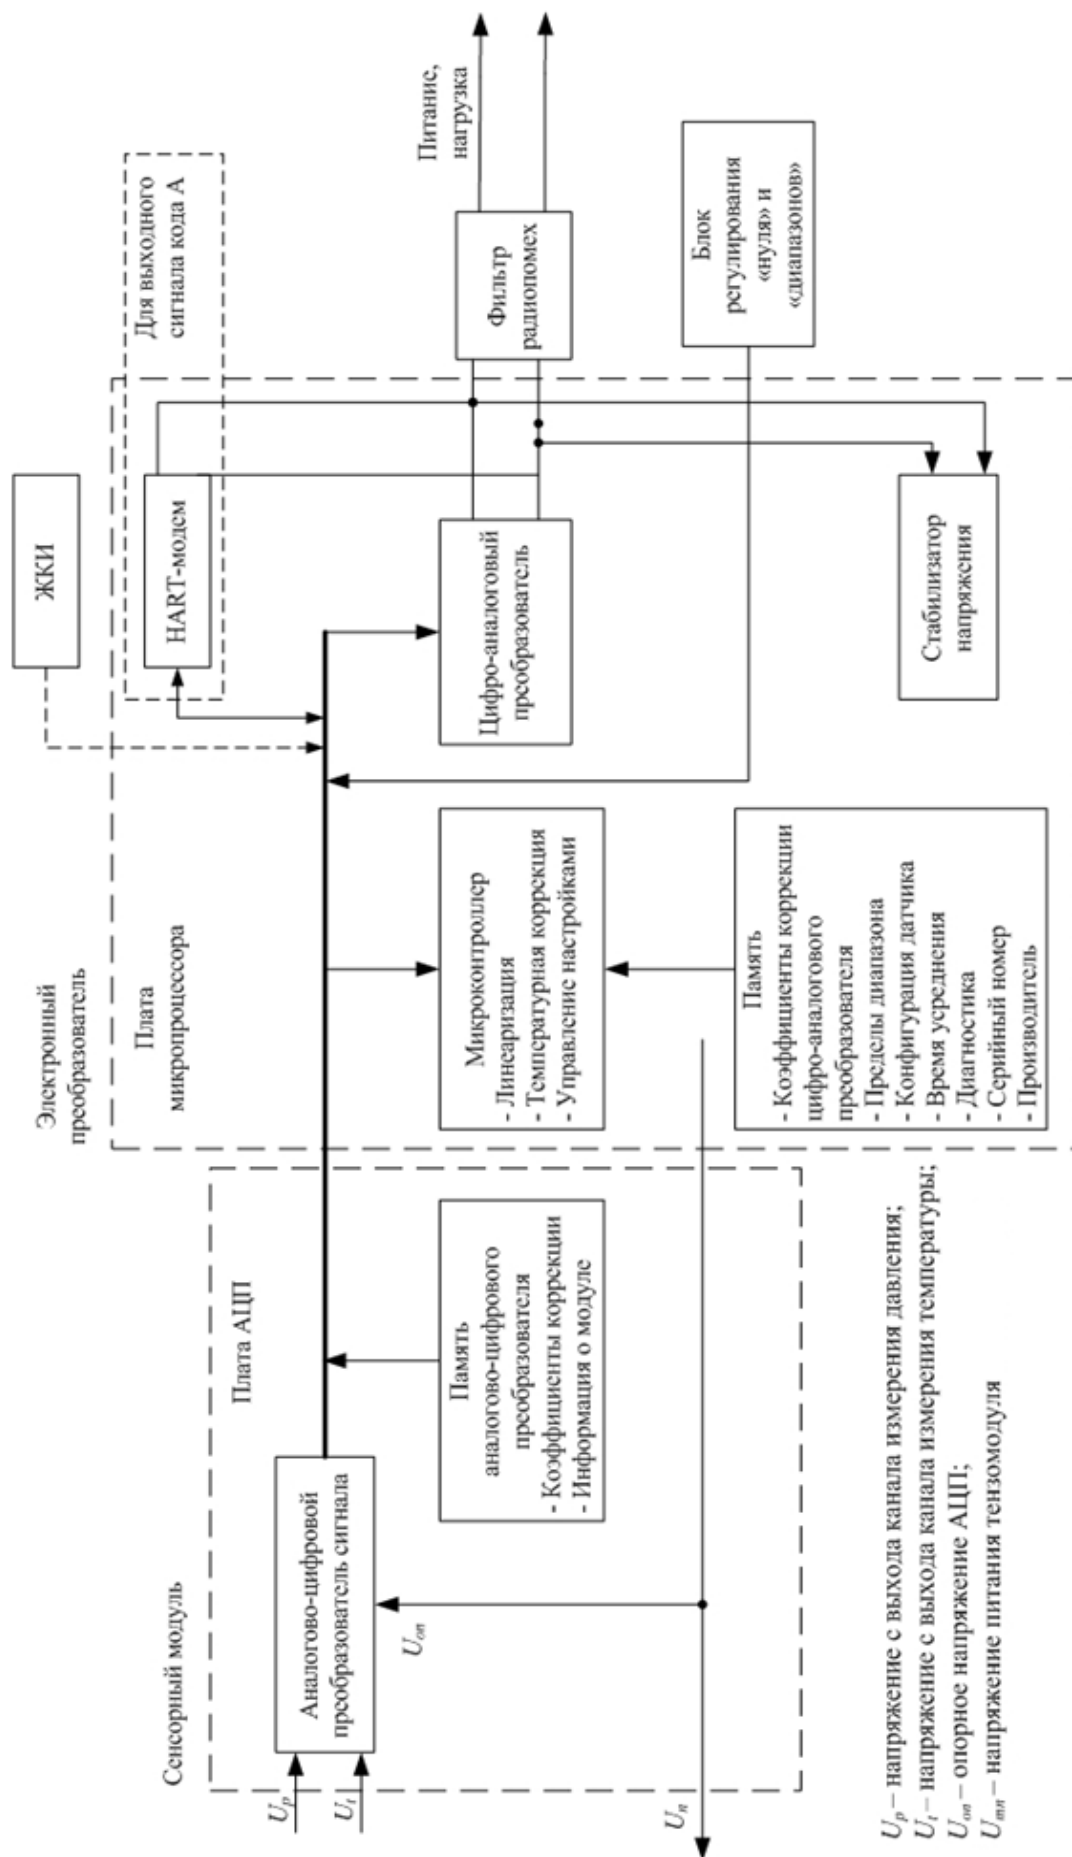

Рисунок 3 – Функциональная блок-схема
1.3.3 Функционально канал преобразования сигнала измерительного блока (рисунок 3) состоит из АЦП, блока памяти АЦП, микроконтроллера с блоком памяти, цифро-аналогового преобразователя (ЦАП), стабилизатора напряжения, фильтра радиопомех, встроенной регулировки «нуля» и «диапазона», HART-модема. Кроме того, в электронные преобразователи входит ЖКИ – индикатор (по заказу потребителя – код МА) и клеммный блок с защитой от импульсных перенапряжений (по заказу потребителя – код Т1).